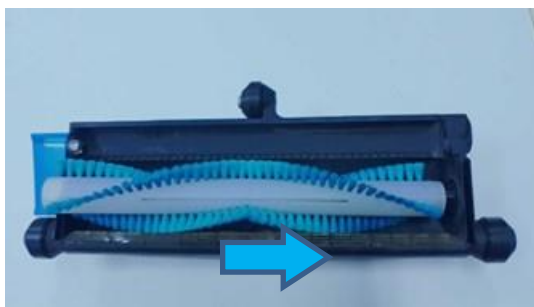

Fig. 5
5. Appuyez sur la gauche sur la brosse rotative et vers le haut pour la retirer (Fig 5 et 6).